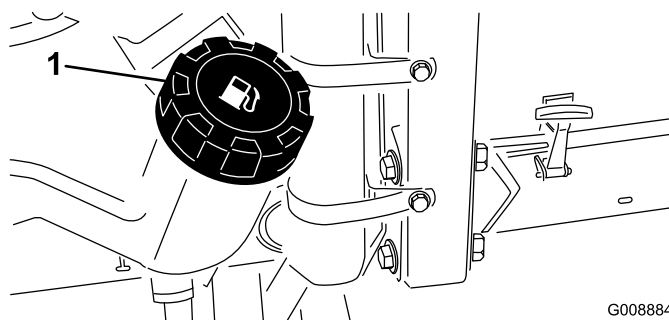

Figura 26
1. Limpe a zona em torno do tampão do depósito de combustível (Figura 26).